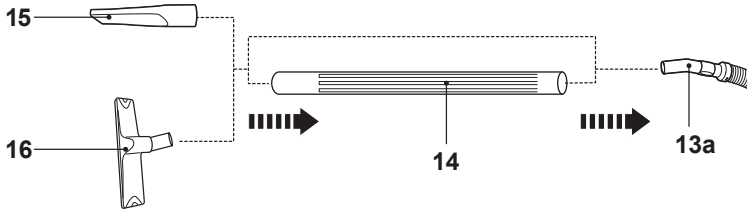

Fig. 14
- > Conecte el/los tubo(s) de extensión (14) o los accesorios (15, 16) a la agarradera del tubo (13a) si los necesita (Fig. 14).